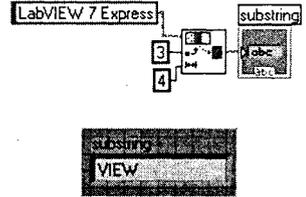

Рис. 14.3
**String Subset** – выдает подстроку определенной длины **length**, начиная со значения **offset** (смещение). Смещение первого элемента в строке равно 0. Пример на рис. 14.3.